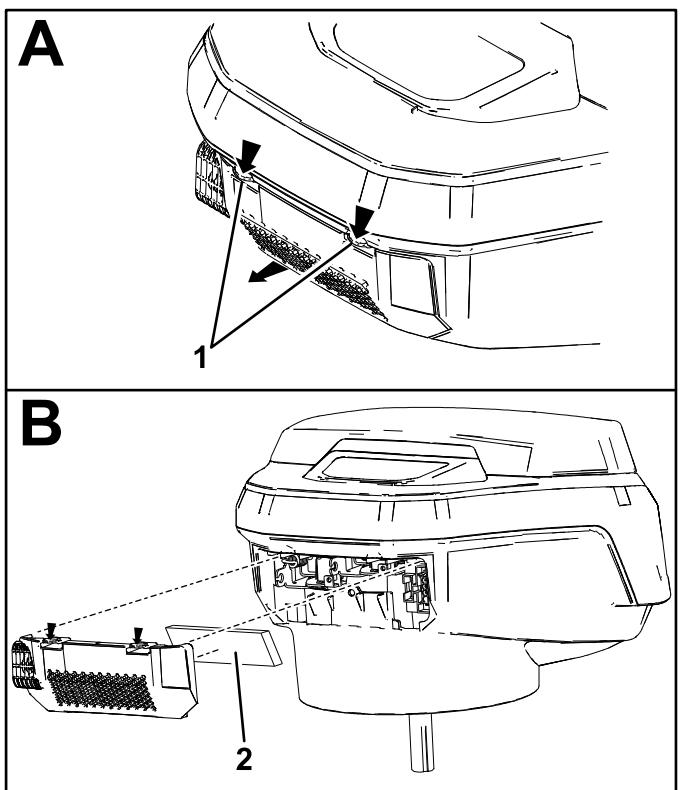

Figura 25
2. Desenganche y retire la cubierta y el filtro de espuma. Limpie ambos a fondo (Figura 25).